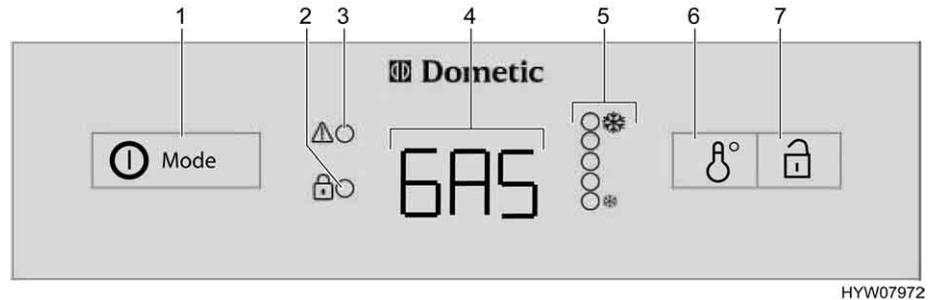

Bild 153 Bedienelemente für den Kühlschrank (Dometic 8er-Reihe mit AES)
Bei Störungen blinkt die Anzeige-LED Störung "!" (Bild 153,3).
Wenn die 230-V-Versorgung **nicht** angeschlossen und der Motor des Zugfahrzeugs **ausgeschaltet** ist, wählt das AES die Gasversorgung. Beim Anwählen des Gasbetriebs wird die Zündsicherung automatisch geöffnet, so dass Gas zum Brenner strömen kann. Gleichzeitig wird der elektronische Zünder eingeschaltet. Erlischt die Gasflamme, z. B. durch einen Luftzug, wird der Zünder sofort aktiviert und zündet das Gas wieder an. Bei Störung im Gasbetrieb blinkt in der Betriebsanzeige (Bild 153,4) der Text "GAS".
Nach dem Einschalten wählt der Kühlschrank automatisch die mittlere Thermostateinstellung. Diese Einstellung kann manuell mit dem Schalter für die Temperatureinstellung (Bild 153,6) nachgeregelt werden. Die Anzeige-LEDs (Bild 153,5) zeigen die gewählte Thermostateinstellung an. Mit dem Schalter wird die Kühltemperatur für alle drei Energiearten eingestellt. Es dauert einige Stunden, bis der Kühlschrank die normale Betriebstemperatur erreicht hat. Beim Umschalten der Betriebsart wird die Thermostateinstellung beibehalten. Die Kühltemperatur wird unabhängig von der Energieart beibehalten.
- Den Einschalter/Energie-Wahlschalter (Bild 153,1) 2 Sekunden lang drücken, um das Gerät einzuschalten. Die zuletzt gewählte Betriebsart wird in der Betriebsanzeige (Bild 153,4) angezeigt.
- Mit dem Einschalter/Energie-Wahlschalter (Bild 153,1) die Energieart wählen.
- Die Kühltemperatur am Schalter für Temperatureinstellung (Bild 153,6) einstellen. Die Anzeige-LEDs (Bild 153,5) zeigen die gewählte Thermostat-Einstellung.
- Den Einschalter/Energie-Wahlschalter (Bild 153,1) 2 Sekunden lang drücken. Alle Anzeigen erlöschen.